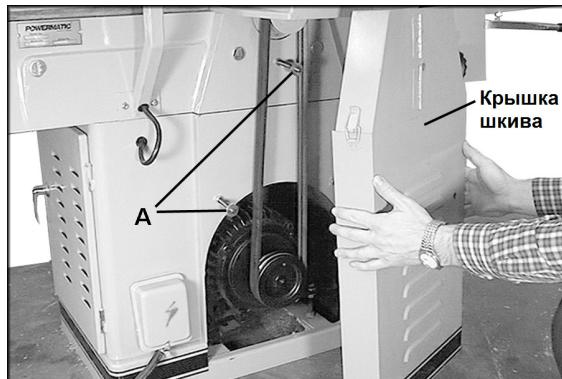

Рис. 9
1. Открутите три колпачковые гайки и плоские шайбы на крышке шкива с помощью 14 мм гаечного ключа. Снимите крышку, чтобы открыть ремни и шкивы. См. Рис. 9.
ПРИМЕЧАНИЕ: шестигранные гайки и плоские шайбы на шпильках (A, Рис. 9) следует оставить на месте; они не дают крышке шкива изгибаться при затягивании колпачковых гаек.